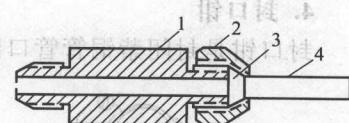

图 1-12 螺纹连接示意图
(1) 管子的翻边方法 在制冷设备维修过程中，常常会遇到管路连接问题，如：空调器室内机和室外机的连接，充注制冷剂时钢瓶和制冷系统的连接，抽真空时真空泵和系统的连接等，这时采用的就是螺纹连接。这种连接方法的特点是操作方便，便于维修。螺纹连接的示意见图 1-12。